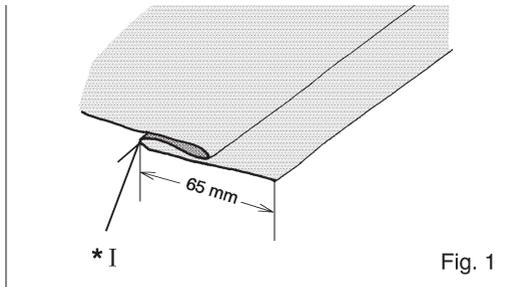

Fig. 1
1. Con el reverso del material hacia arriba hacer cuidadosamente el primer pliegue trayendo el resto del material de la izquierda para hacer un segundo pliegue o doblado en la parte superior cerca del borde del material (Ver Fig. 1).